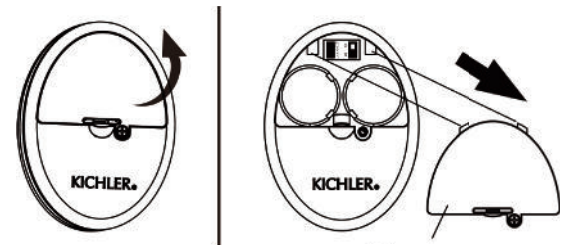

Fig. 28
Étape 1. À l'aide d'un tournevis, retirez le couvercle des piles du combiné et conservez la vis pour une utilisation ultérieure. (Fig. 28)